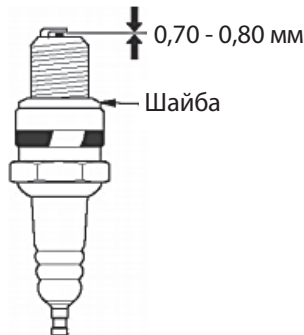

Рисунок 14
11.6 Технічне обслуговування свічок запалювання (див. Рисунок 14)